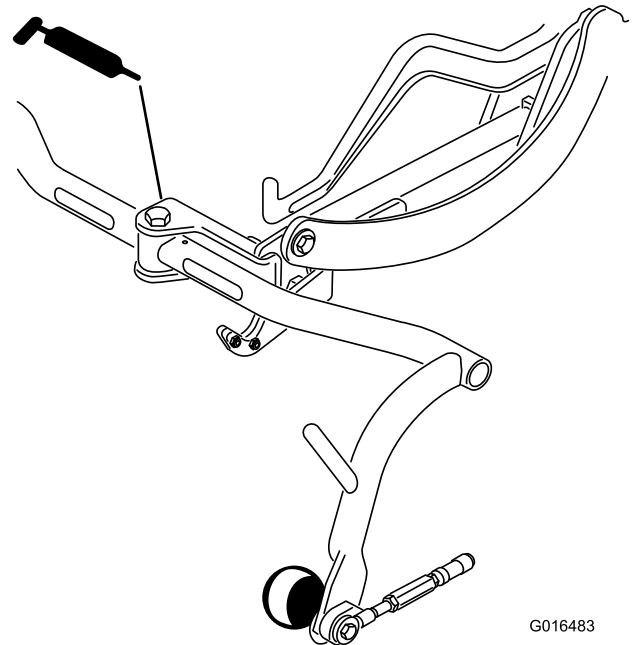

Figure 36
- Pivot de bâti porteur (3) (Figure 36)